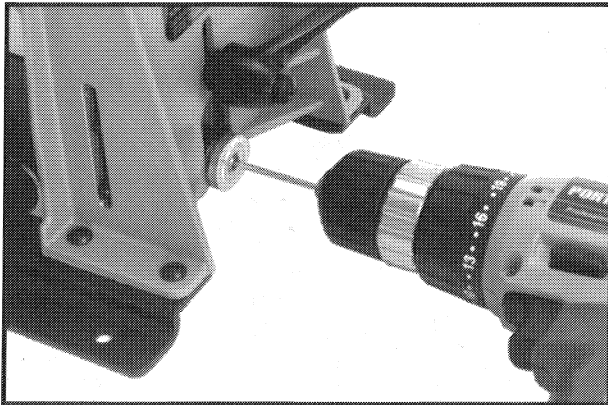

Fig. 9
6. AVANT DE DESSERRER L'ÉTAU D'OUVRAGE, FOREZ UN TROU D'ENTRER POUR LE VIS (VOIR FIG. 9).